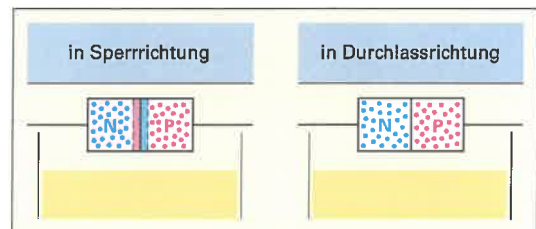

Bild 4: Durchlass- und Sperrrichtung
3. a) Zeichnen und beschriften Sie den Spannungspfeil für die Durchlassspannung U_F und die Sperrspannung U_R in der richtigen Polarität in Bild 4 ein und